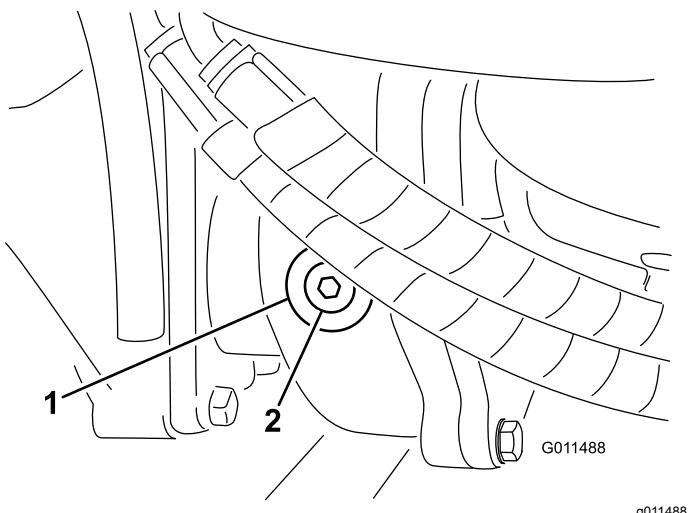

Figura 98
- Retire el tapón de verificación/llenado del lado izquierdo de la caja de engranajes (Figura 98) y asegúrese de que el lubricante llega al borde inferior del orificio. Si el nivel es bajo, añada suficiente lubricante para que el nivel llegue al borde inferior del orificio.